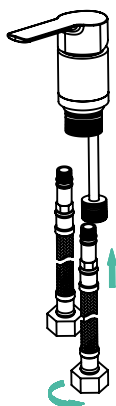

Рис. 5
6. Присоедините гибкую подводку к смесителю (рис. 5).